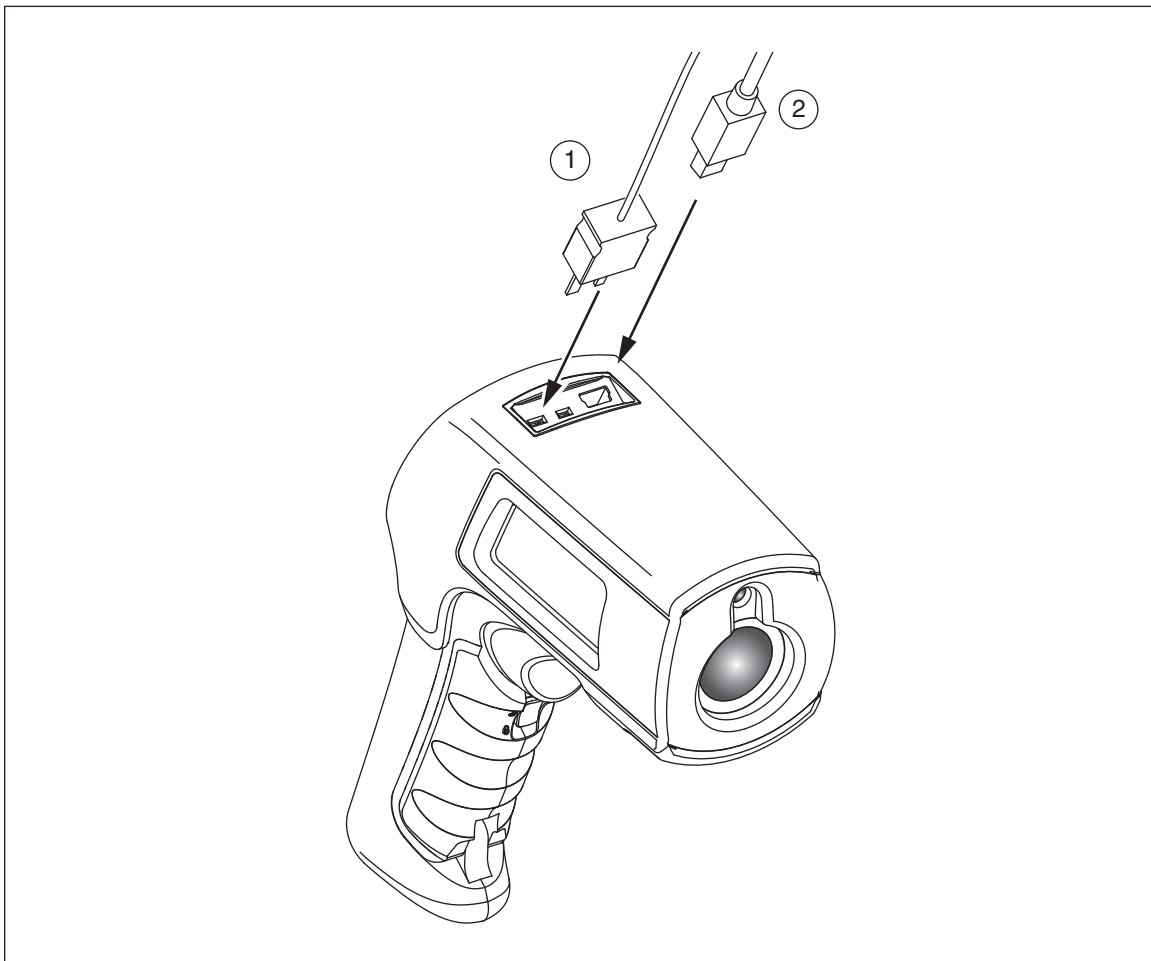

Abbildung 7. Thermoelement- und USB-Anschlüsse
Die gespeicherten Daten des 568 können mit dem gelieferten USB-Kabel und der FlukeView® Forms Documenting Software auf einen PC heruntergeladen werden. Einzelheiten dazu sind in der FlukeView® Forms-Dokumentation zu finden. Der USB Eingang ② befindet sich oben am Thermometer neben dem externen Messfühlereingang ① (siehe Abbildung 7).
Zum Lieferumfang der Thermometer gehört ein Thermoelementmessfühler-Typ-K (Perle). Die Messfühler werden über den Messfühlereingang am Thermometer (siehe Abbildung 7) angeschlossen.